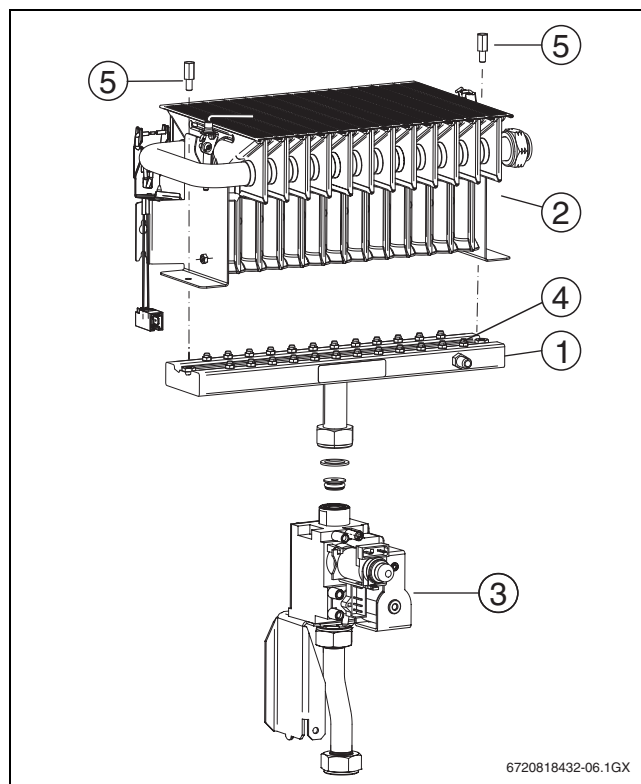

Fig. 51
- ▶ Dévisser les 2 vis (→ fig. 51, [5])
Légende figure 51 :